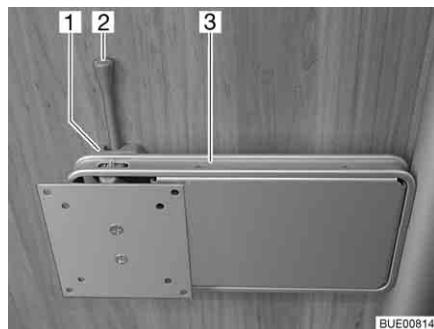

Fig. 97 Support sur colonne
- Pousser le levier de déverrouillage (Fig. 97,2) sur le côté et pivoter le support (Fig. 97,3) et l'écran plat pour les amener en position souhaitée.
- Pivoter l'écran plat en sens inverse, jusqu'à ce que le support (Fig. 97,3) s'enclenche dans le verrouillage (Fig. 97,1).